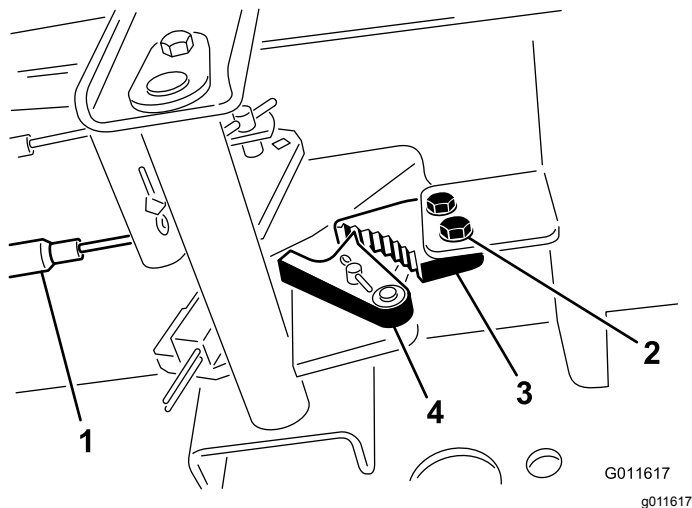

図 84
1. 駐車ブレーキのツメをフレームに固定しているねじ2本をゆるめる 図 84。
2. ブレーキのツメが戻り止めに完全に掛かるまで駐車ブレーキペダルを前に踏み込む 図 84。